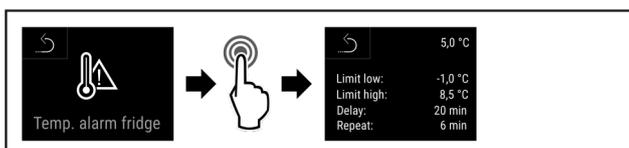

Fig. 145
- u Handlungsschritte (siehe Fig. 145) durchführen.